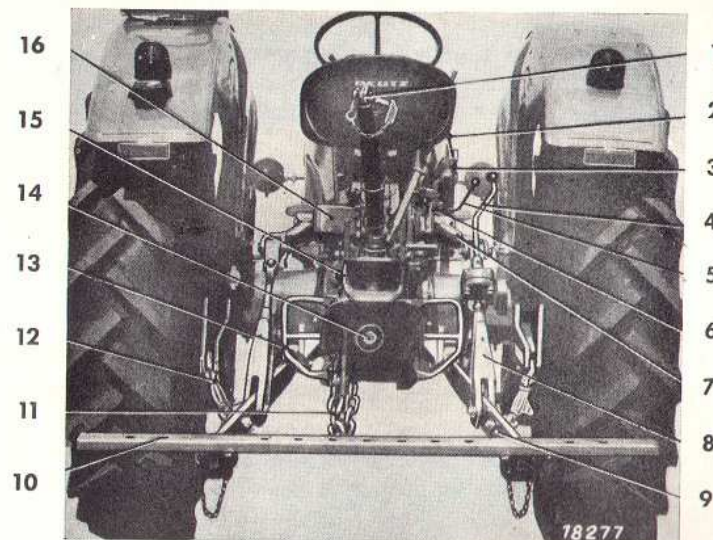

Fig. 40
L'accouplement trois points se compose des deux bras inférieurs 9, du bras supérieur 1, de la barre d'attelage 10 et des deux tiges de connexion 8 (fig. 40). La tige de droite (chandelle de relevage) est munie d'une manivelle, destinée à l'allongement ou au raccourcissement de la chandelle en vue d'ajuster le bras inférieur de droite à la hauteur d'accouplement de l'instrument adapté et l'équilibrage horizontal des deux bras inférieurs. La tige de connexion côté gauche peut également être réglée en longueur par pivotement.
5. Chaînes de tension (12 – fig. 40)